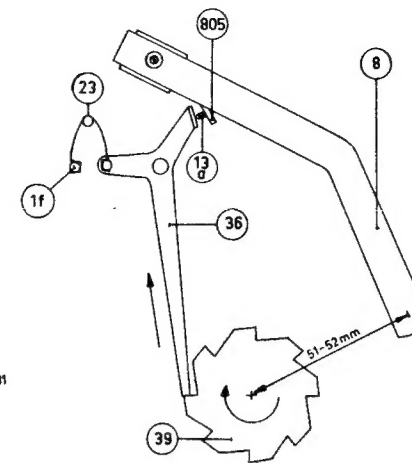

Fig. 16
- Beim nach innen gehen des Tonarms 8, muss bei einem Abstand von 51-52 mm (Nadel bis Plattenmittelpunkt) der Taster 36 umklappen, und in die Zähne des Zahnrades unter dem Plattenteller greifen. (Siehe Abb. 16).